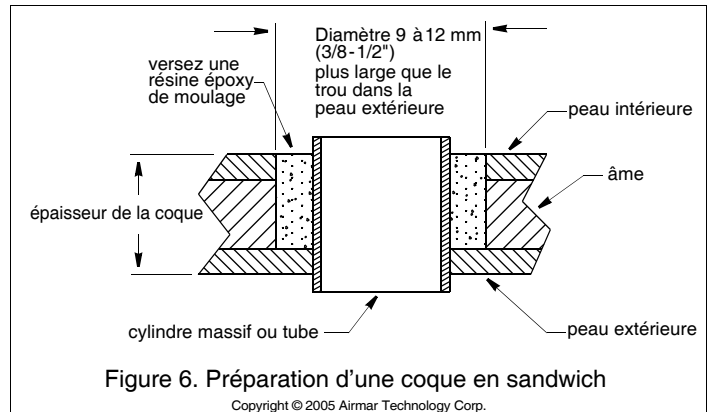

Figure 6. Préparation d'une coque en sandwich
2. À l'aide d'une scie-cloche de Ø 51 mm ou 2", découpez un trou perpendiculaire à la surface de la coque *depuis l'extérieur* dans la peau *extérieure* uniquement (Figure 6).